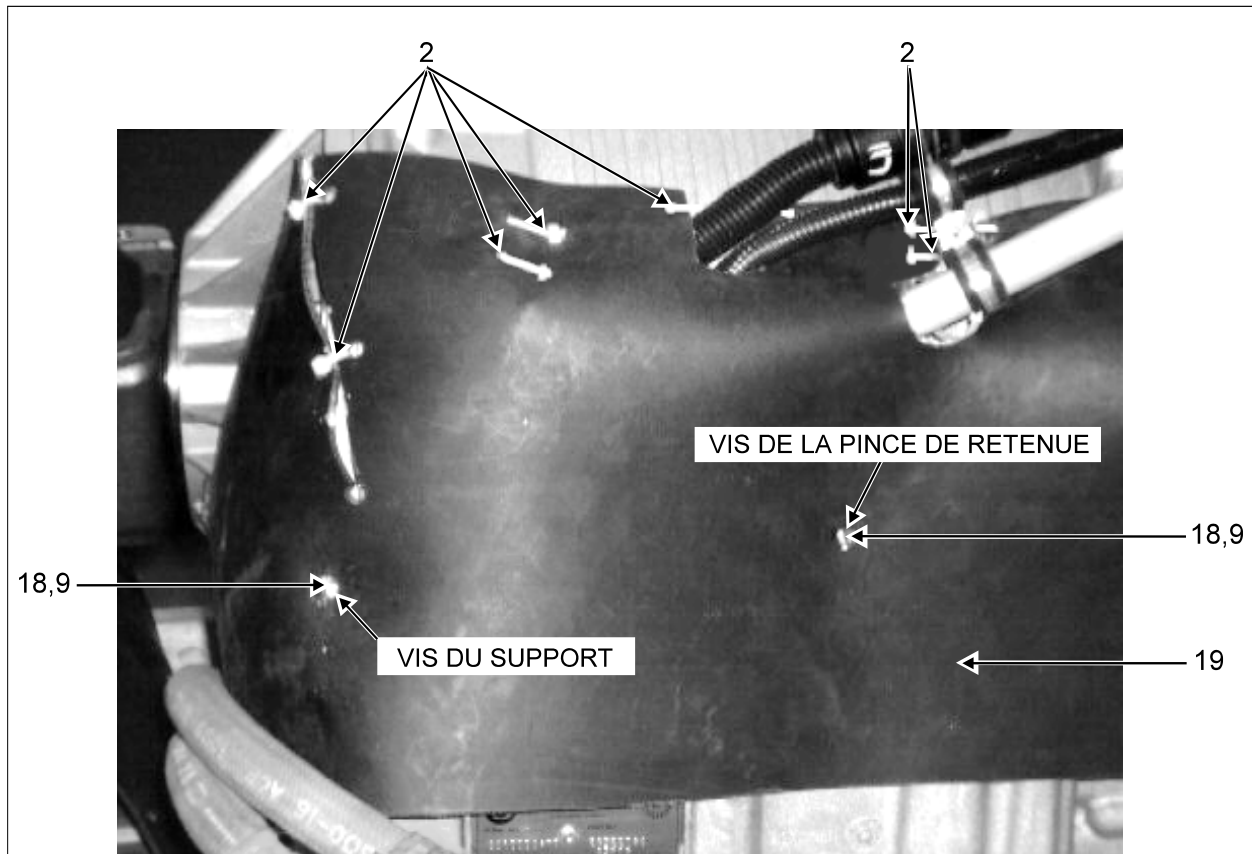

FIGURE 10
20. Glisser le rideau protecteur des câblages de la transmission (19) derrière les deux boyaux hydrauliques, ajuster le rideau protecteur de manière à ce que la vis de la pince de retenue installée à l'étape 11 précédente et la vis du support installé à l'étape 13 précédente (étape 14 pour un véhicule avec ralentisseur) passe au travers du rideau protecteur (**Figure 10**).
21. Fixer le rideau protecteur sur les vis en utilisant les rondelles (18) et les écrous (9).
22. Attacher le rideau protecteur des câblages en utilisant des serre-câbles (2).